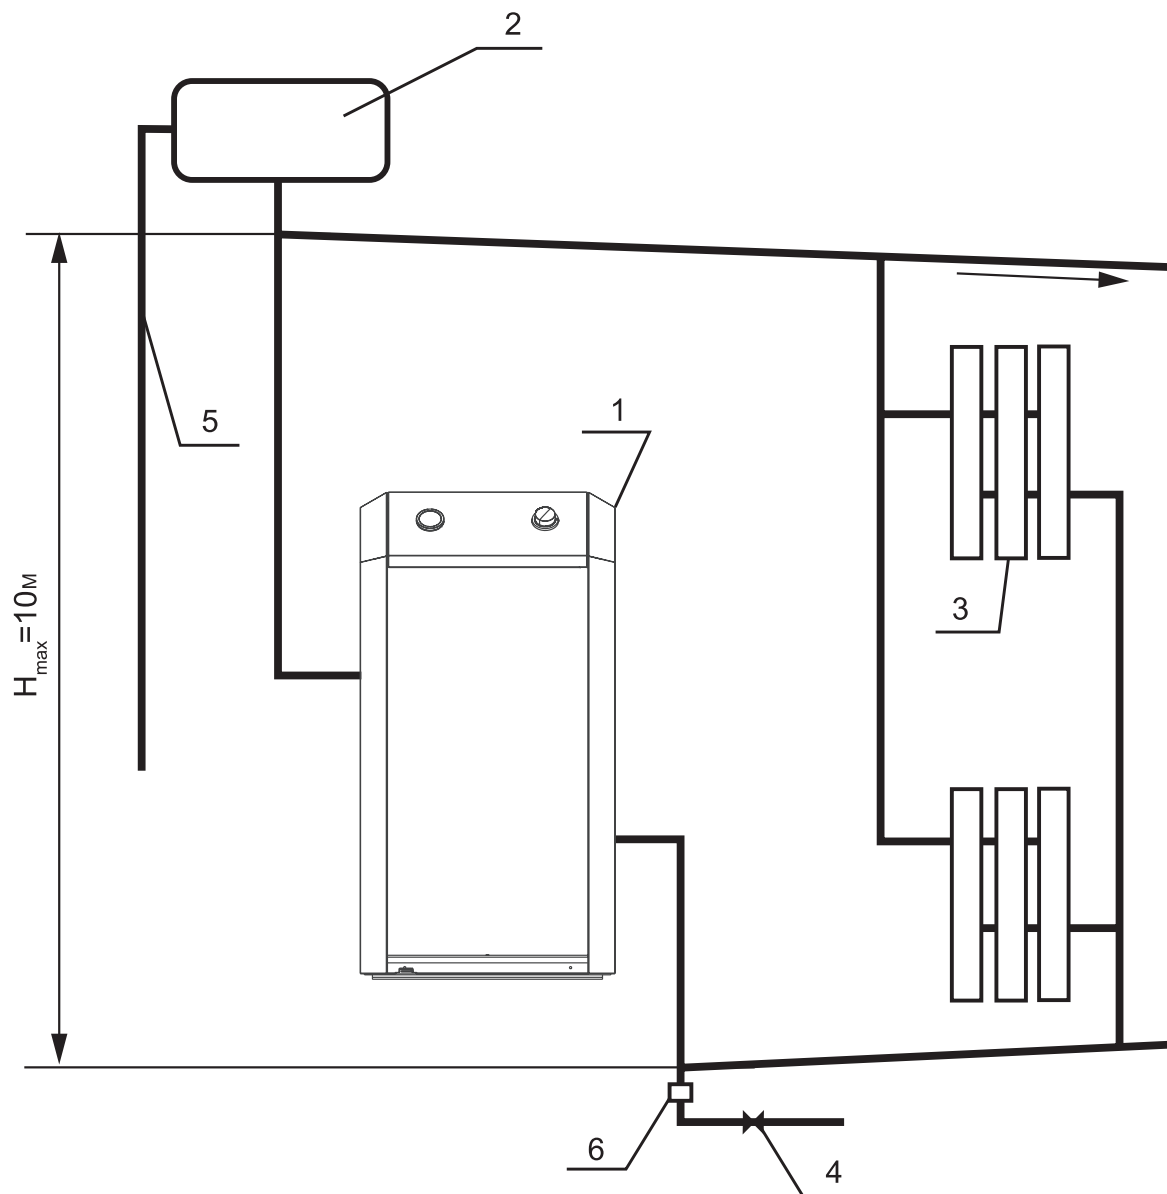

Рис. 2.
- 6.7. Расширительный бачок установлен в верхней точке газового стояка, желательно в отпливном помещении. Запрессован установленный сигнальной трубе (см. рис. 2, 3).